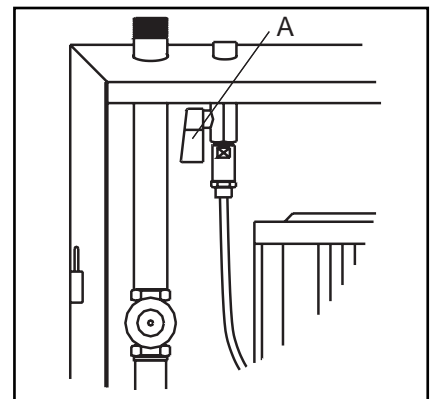

Fig. 15
Achtung: Kontrollieren Sie, ob das Durchflussventil ordnungsgemäß sitzt, vgl. Abb. 15. Das Durchflussventil muss parallel zum Rohr sitzen, so dass sich die Leitung in Fließrichtung befindet.
2. Die Luftzufuhr öffnen, die sich in der Hauptstation befindet (vgl. A, Abb. 15).
3. Luftzufuhr schließen (A, Abb. 15).